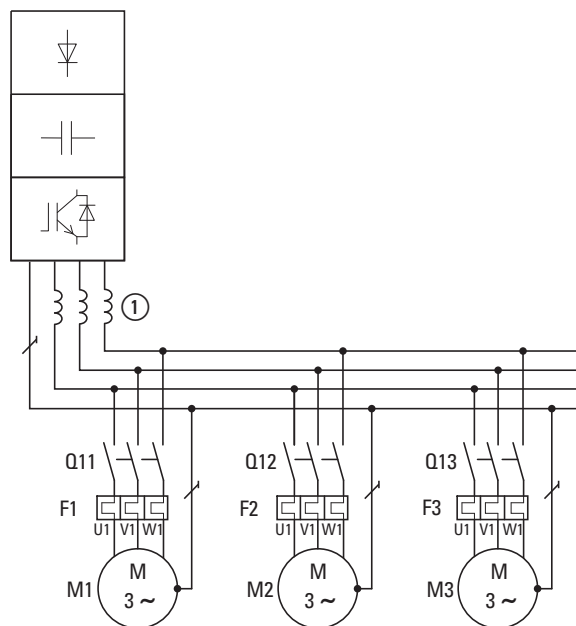

Рисунок 12: параллельное подключение нескольких двигателей к одному преобразователю частоты
Для компенсации искажений следует применять реакторы двигателя (см. ① на Рисунок 12) на выходе преобразователя частоты (→ Раздел 9.8, «Реакторы двигателя», страница 186).